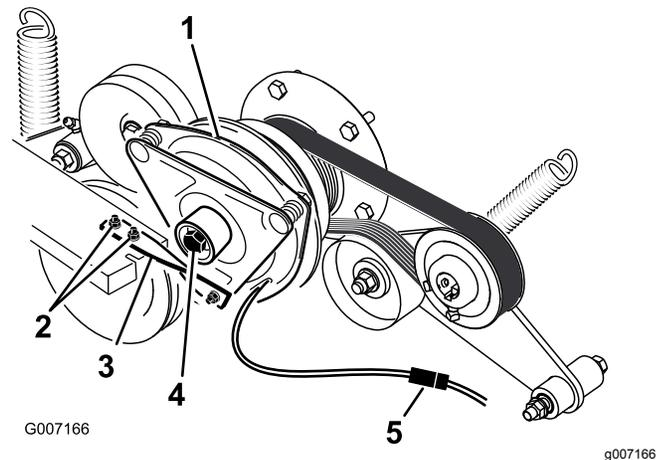

Bild 82
6. Schließen Sie den elektrischen Anschluss für die Kupplung ab (Bild 82).
7. Nehmen Sie die zwei Schrauben ab, mit denen der Gummikupplungsriemen am Mäherrahmen befestigt ist (Bild 82).
ist, und entfernen Sie die Kupplung und den Schlüssel (Bild 82).
15. Halten Sie die Kurbelwelle an das Heck der Maschine und setzen Sie die mittlere Schraube ein. Ziehen Sie sie mit 68 N·m an (Bild 82).
16. Befestigen Sie den Gummikupplungsriemen mit den zwei vorher entfernten Schrauben und Muttern am Mäherrahmen (Bild 82).
18. Stecken Sie den elektrischen Anschluss für die Kupplung ein (Bild 82).